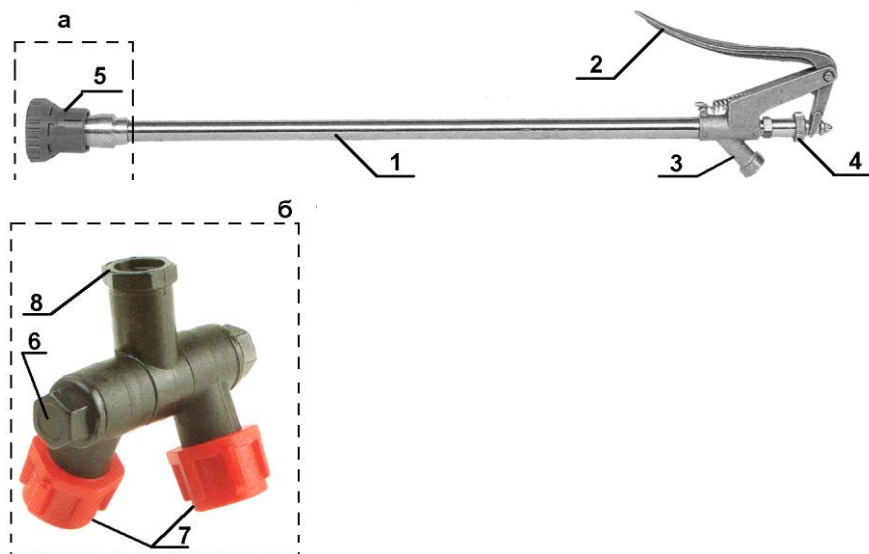

Рис. 3. Гидравлический пистолет с различными распыливающими насадками.
а) вихревой распылитель 5 с регулируемой производительностью и углом конуса факела распыла (на рис.3 установлен на пистолете);
При использовании насадки по варианту рис. 3(а) угол конуса факела распыла регулируется от 0 до 80 град. посредством рычага 2. Большее прижатие рычага к патрубку 1 вызывает уменьшение угла конуса распыла и увеличение дальности полета капель жидкости. Полное прижатие рычага 2 к патрубку 1 приводит к образованию струи с возможностью использования гидравлического пистолета в качестве брандспойта. Фиксирование положения рычага 2 производится гайкой 4.
При использовании насадки по варианту рис. 3(б) угол конуса факела распыла каждого распылителя не регулируется, а производительностью можно управлять, изменяя давление жидкости в системе нагнетания. Суммарный угол распыла двух распылителей регулируется вращением держателей 7 относительно оси 6. Рычаг 2 должен быть максимально прижат к патрубку 1 и зафиксирован гайкой 4.
5.2.11. Проверить отсутствие подкапывания жидкости в местах соединений и работоспособность гидравлического пистолета в течение 3...5 минут. Для этого необходимо нажать на рычаг 2 (рис. 3). Факел, образуемый распылителем не должен иметь видимых струй и пустот.